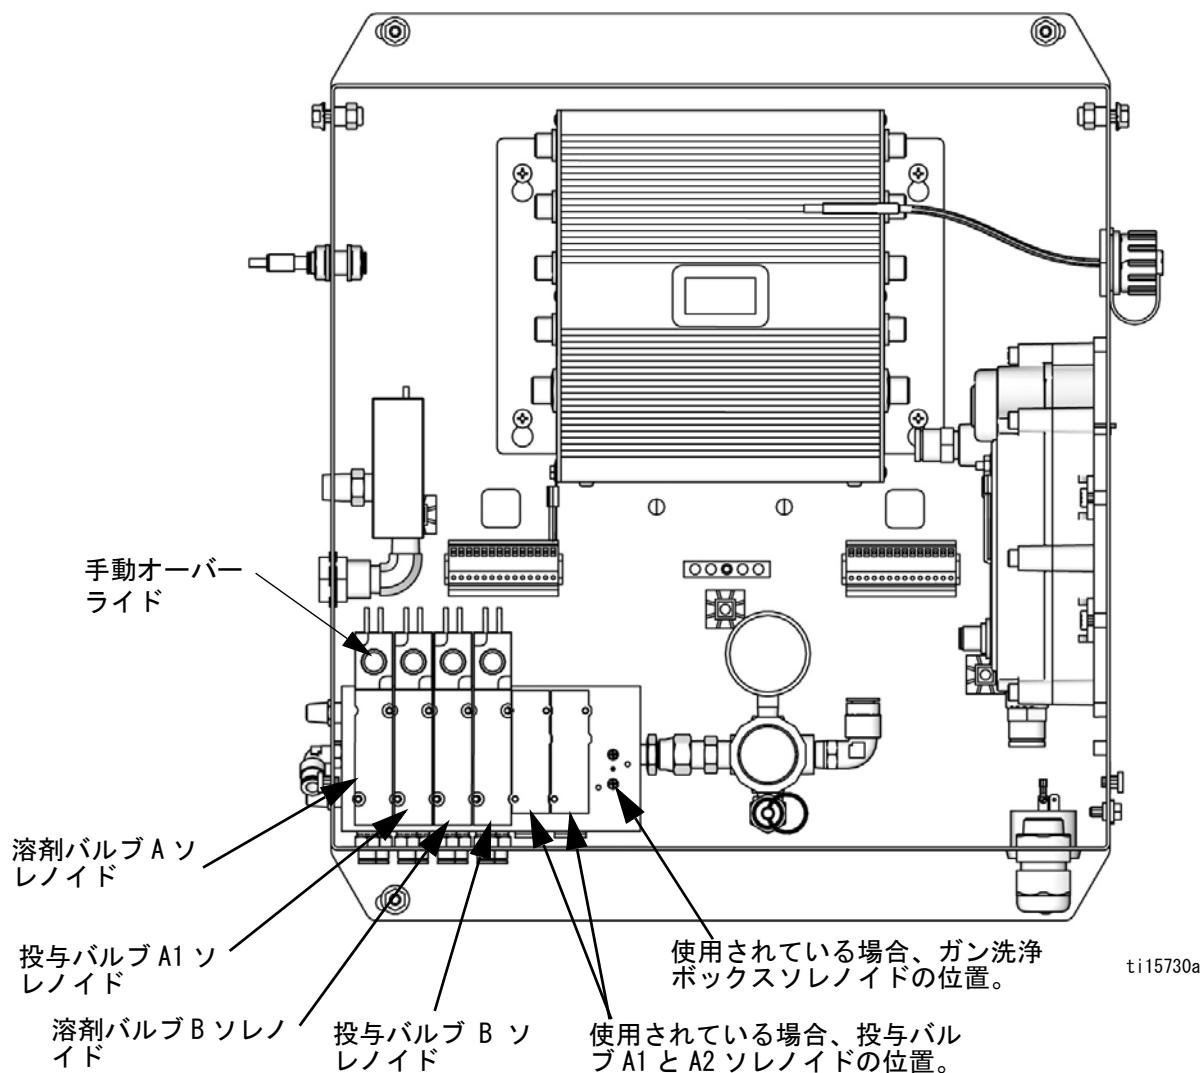

図 22. コントロールボックスのソレノイドバルブ
- ガンの引き金を引いた状態で、A1（A2, A3）と B 投与バルブソレノイドの手動オーバーライドボタンを押して、圧力を開放します。図 22 を参照してください。
- ガンの引き金を引いた状態で、A と B 溶剤バルブソレノイドの手動オーバーライドボタンを押して、溶剤の圧力を開放します。図 22 を参照してください。溶剤の圧力が 0 に下げられていることを確認してください。